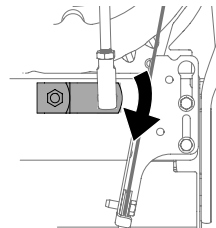

Figure 27
- Assurez-vous que le levier de vitesse, placé à l'arrière de la transmission, est complètement tourné vers le bas. Voir Figure (Figure 27).